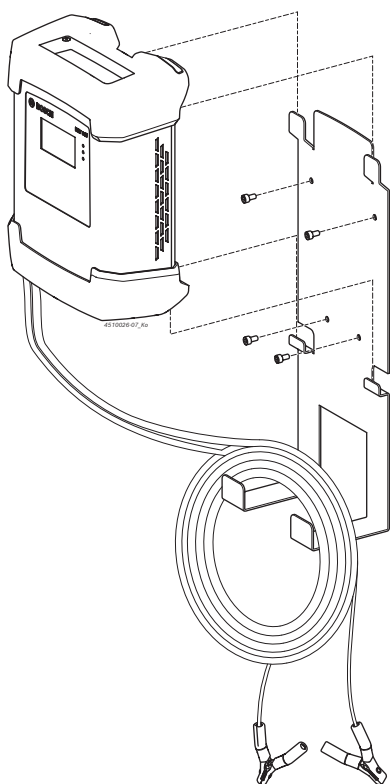

Fig. 2: BAT 645 con supporto a parete
**I** I quattro piedini di sostegno di BAT 645 devono essere sempre appesi sopra e sotto il supporto a parete. Cavi di carica e cavo di alimentazione di rete possono essere appesi al supporto a parete (vedere fig. 2).